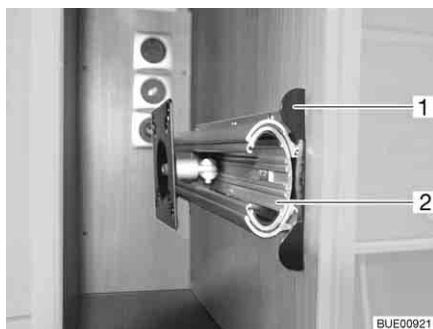

Fig. 65 Support dans le meuble de télévision
- Enfoncer la barre de déverrouillage (Fig. 65,1).
- Faire entièrement sortir la rallonge (Fig. 65,2).
- Faire coulisser la rallonge (Fig. 65,2) jusqu'à ce que la barre de déverrouillage (Fig. 65,1) s'encliquette.